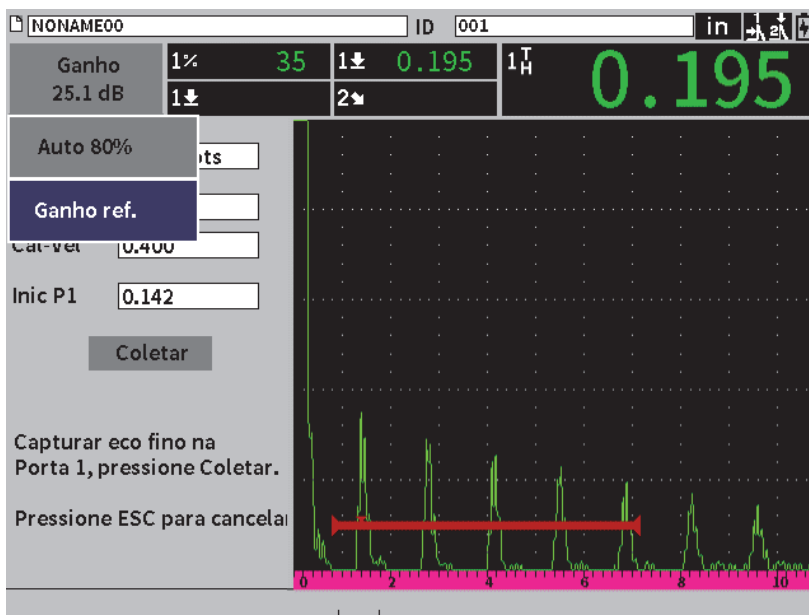

Figura 8-4 Auto 80% em eco fino
8. Pressione a tecla Tab para selecionar a caixa de ajuste **Ganho** e, em seguida, complete o procedimento **Auto 80%** (veja Figura 8-4 na página 118). Veja “Usar o recurso Auto-XX%” na página 81 para detalhes sobre o procedimento **Auto XX%**.